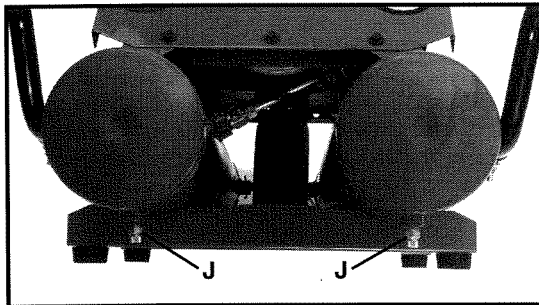

Fig. 4
**Soupape de vidange (J) Fig. 4 :** La soupape de vidange situé à la base de chaque réservoir d'air sert à vidanger l'eau de condensation après chaque usage.
- c. Ouvrez un des soupapes de vidange (J) Fig. 4 à fond pour empêcher toute montée en pression du réservoir.
11. Vidangez l'eau des **deux** réservoirs. Tournez les **deux** soupapes de vidange (J) Fig. 4 en sens anti-horaire pour les ouvrir.